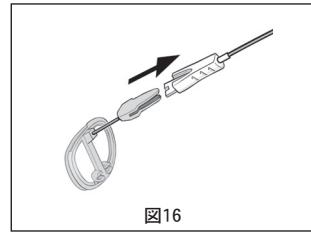

図16
- ホルダーをリングから取り外した後、ハンドルとホルダーの接続部を握りながら引き、ホルダーをハンドルから取り外します(図16)。